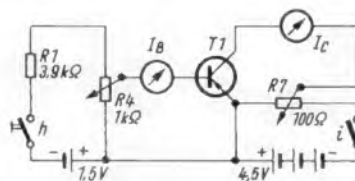

Bild 11. Schaltbild zum Aufnehmen der Kennlinie des Kollektorstromes in Abhängigkeit von der Kollektorspannung. Das Steckerschema enthält die Tabelle 3
Links: Bild 11. Zeilen-Endstufe und Hochspannungserzeugung
1. Steuerimpuls ist vorhanden. Als erstes wird man die Zeilen-Endröhre PL 36 und die Boosterdiode PY 88 versuchsweise ersetzen. Nun kontrolliert man den Katodenstrom der Zeilen-Endstufe, Sollwert etwa 125 mA. Ist er zu klein, so überprüft man die Schirmgitterspannung, Sollwert $\approx 140 V$, und die Steuergitterspannung, Sollwert etwa - 50 V (bei Geräten mit Hochspannungautomatik), die zu negativ sein könnte (defekter Ableitwiderstand, falsches Arbeiten der Hochspannungautomatik infolge Fehlens der positiven Gegenspannung, siehe Bild 11 und Funktionsbeschreibung).
In Bild 11 ist die Schaltung dargestellt, die zur Aufnahme der Kennlinie des Kollektorstromes I_C als Funktion der Kollektorspannung bei konstanter Basisspannung U_{BE} dient. Das